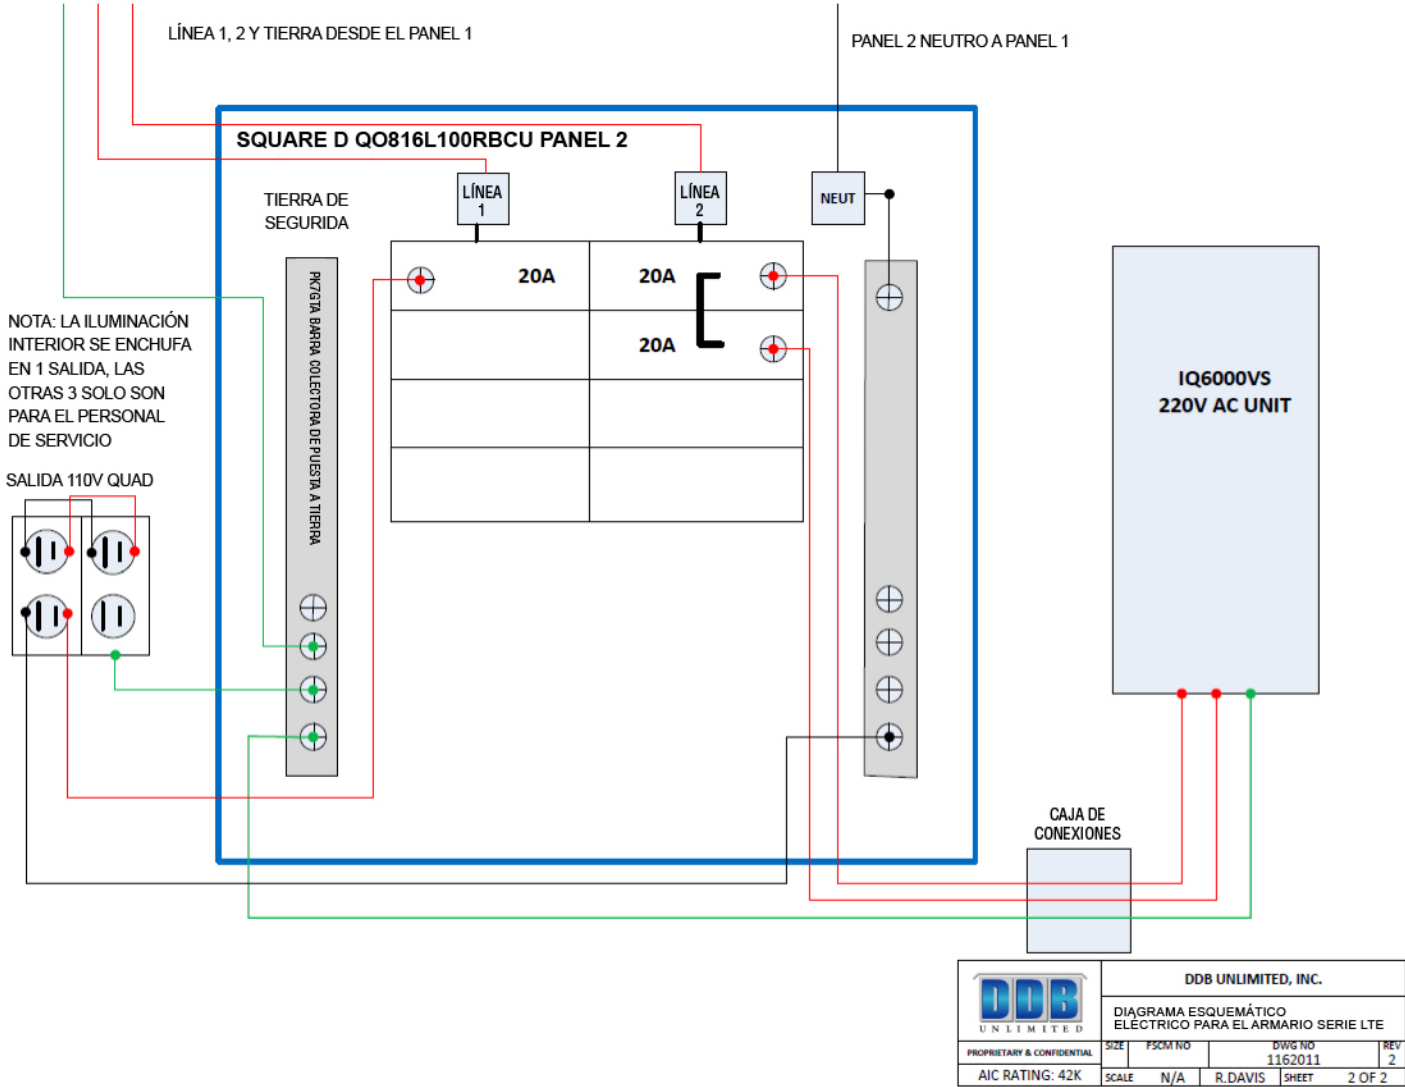

FIGURA 18: BLOQUE DE TÍTULO ANSI, DIAGRAMA ESQUEMÁTICO PÁG. 2
La serie LTE tiene un compartimento de baterías de doble balda con ventilación de aire directa diseñado para contener hasta (4) cadenas de baterías Telecom VRLA de 12v, 180ah. El filtro de entrada está montado en la puerta frontal y el escape en la puerta trasera. Consulte la FIGURA 18 para el detalle del flujo de aire. El compartimento de baterías se ventila con (2) ventiladores de 48v, 110cfm. Consulte el detalle del ventilador que puede verse abajo.